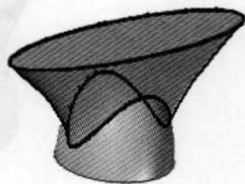
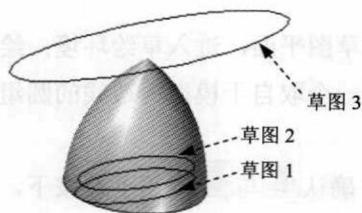

图 2.7 放样拉伸 1
图 2.8 选择截面轮廓
Step7. 创建图 2.7 所示的放样拉伸 1。
- (1) 选择命令。在 **实体** 区域中单击  后的小三角, 选择 **放样** 命令。
- (2) 选择截面轮廓。在“创建起源”下拉列表中选择  从草图/零件边选择 选项, 依次选取图 2.8 所示的草图 1、草图 2、草图 3, 单击左键确定。